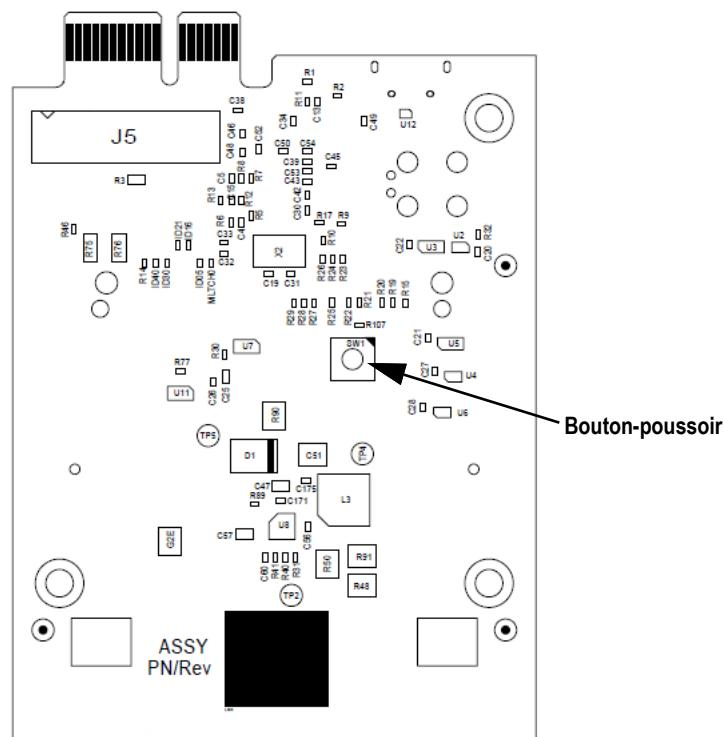

Figure 10-4. Emplacement du bouton-poussoir sur la carte hôte Anybus (réf. 164756)
6. Tout en maintenant le bouton-poussoir de la carte enfoncé, brancher l'extrémité micro USB dans le connecteur J4 (voir la Figure 10-4). Le PC détecte un périphérique USB amovible appelé CRP DISABLD.